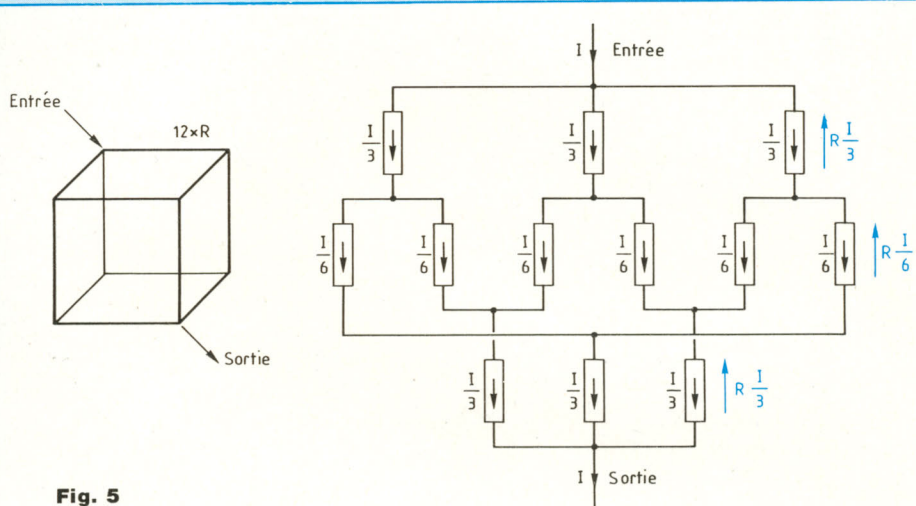

Fig. 5
Nous nous adressons particulièrement à ceux pour qui serait inconnu le problème du cube dont les arêtes (12) sont constituées d'autant de résistances d'égale valeur R (figure 5) et dont il est demandé de calculer la résistance équivalente. Ce problème était déjà connu il y a un siècle sous le nom de problème de Matthews.